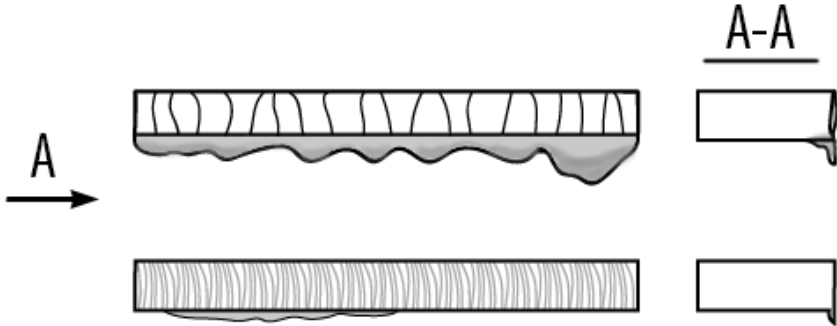

Рис. 9.5. Влияние силы тока и скорости реза.
- **Сила тока и скорость реза (См. рис. 9.5).**